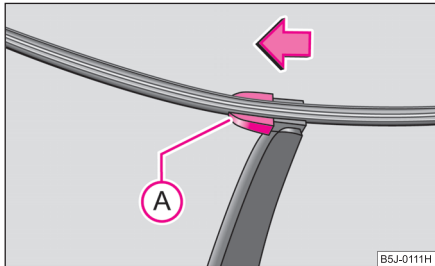

Abb. 46 Wischerblatt für Heckscheibe
- Klappen Sie den Scheibenwischerarm von der Scheibe ab und stellen Sie das Wischerblatt rechtwinklig zum Wischerarm ⇒ Abb. 46.
- Mit der anderen Hand entriegeln Sie die Sicherung (A) in Pfeilrichtung und nehmen das Wischerblatt heraus.